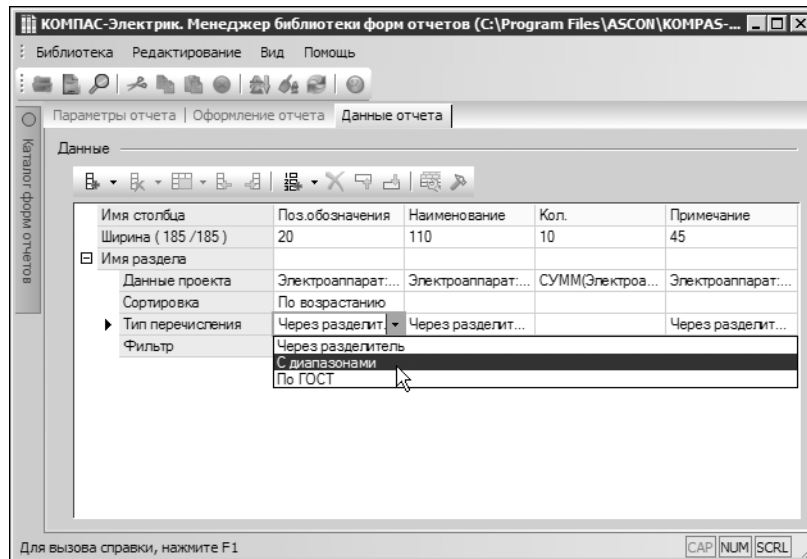

Рис. 14.24. Выбор типа перечисления
- Измените способ перечисления значений данных в столбце *Поз.обозначение*. Выберите из списка вариант *С диапазонами* (рис.14.24 на с. 269) .